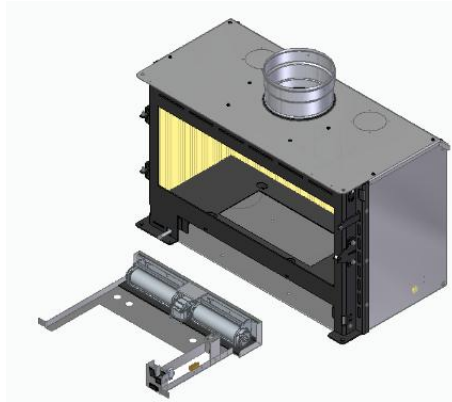

Figure 45 – Retrait du kit de ventilation
d. Après avoir retiré toutes ces pièces, le kit de ventilation peut être retiré de l'équipement, voir Figure 45. Pour le réassembler, vous devrez procéder au processus d'assemblage inverse.